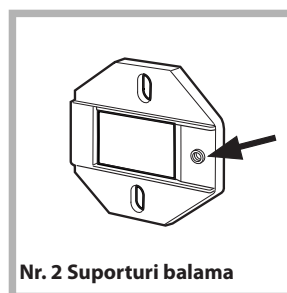

Fig. 1
- Montați suporturile de balama pe partea frontală poziționând orificiul indicat printr-o săgeată în *fig. 1* spre partea interioară a părții frontale interpunând un distanțier (*fig. 4/B*), cu ajutorul unui șurub de tip C.